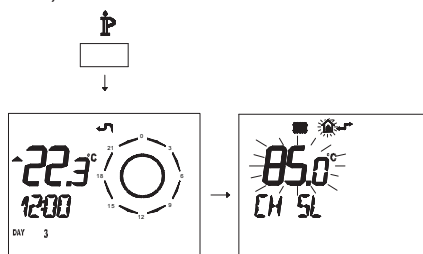

Рисунок 5.47
- Нажмите и удерживайте 3 секунды кнопку $\mathbb{P}$, чтобы войти в режим *INFO* (Рисунок 5.47).